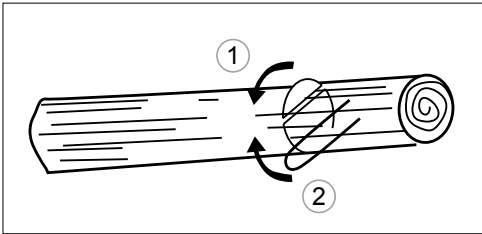

Рис. 22
3. В случае когда ствол находится на опорах с двух концов, сначала пропилите сверху на $1/3$ диаметра ствола, чтобы избежать раскалывания. После этого закончите срез снизу так, чтобы он совпал с первым срезом, избегая заклинивания (рис. 22).